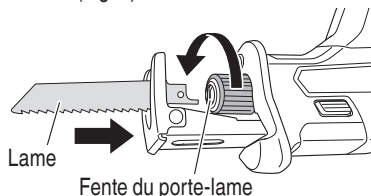

Fig. 7
- (1) En tournant le porte-lame dans le sens indiqué par la flèche, insérez la lame à fond dans la petite fente du porte-lame. (Fig. 7)